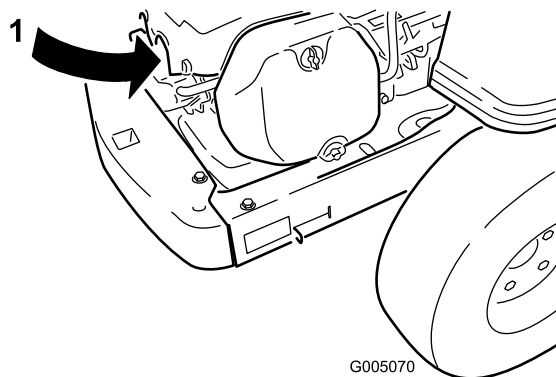

Figura 27
2. Staccate il cappello della candela (Figura 27). Pulite intorno alla candela per evitare che la morchia penetri nel motore e lo danneggi.
3. Collegate il cappello alla candela (Figura 27).